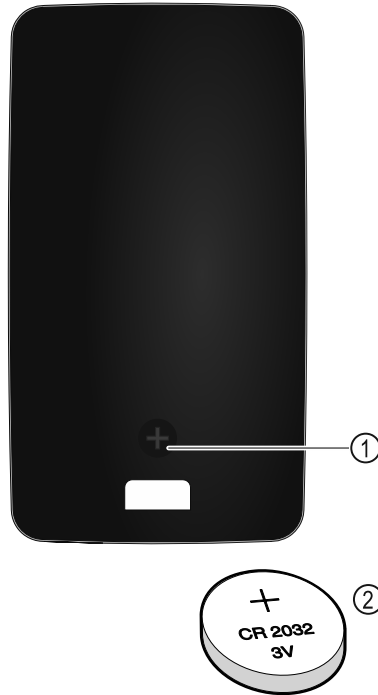

Fig. 260
Die Stromversorgung der Fernsteuerung erfolgt über eine Batterie des Typs CR 2032 mit 3V Fig. 260 (2), welche im Fachhandel erhältlich ist.
- ▶ Schraube Fig. 260 (1) auf Rückseite der Fernbedienung herausdrehen.